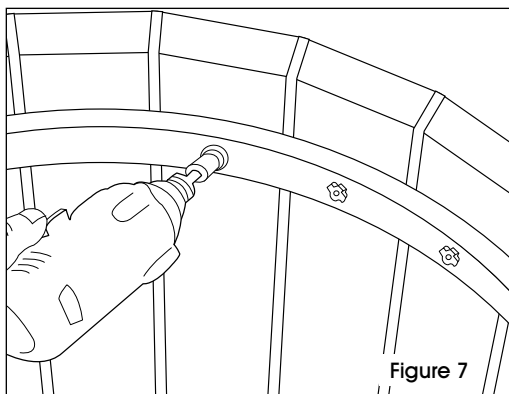

Figure 7
11. Fixez le connecteur de l'intérieur du récipient à l'aide de tirefonds hexagonaux de 3 ½ po et de rondelles plates. Le connecteur doit être maintenu fermement lors du vissage des tirefonds. Tournez le récipient à l'envers et répétez les étapes 9, 10 et 11 pour fixer le connecteur à l'anneau du bas. (Voir Figure 7)